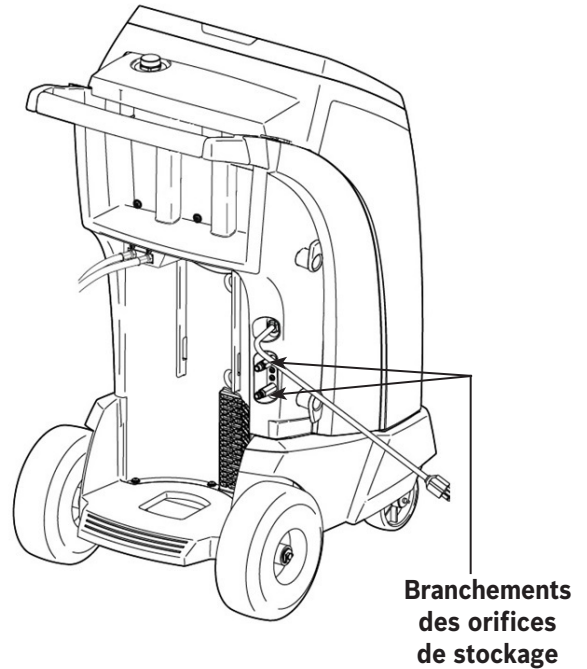

Figure 3
2. Raccordez les tuyaux de service aux branchements des orifices de stockage de la machine comme illustré à la Figure 3.